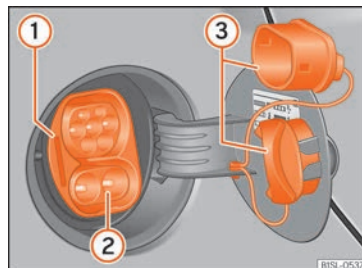

Abb. 152 Hinter der Batterieladeklappe: Ladedose (Prinzipdarstellung).
Legende zu »» **Abb. 152**
- Drücken Sie bei entriegeltem Fahrzeug auf die Batterieladeklappe im Seitenteil, um diese zu öffnen »» **Abb. 152**.
- Nehmen Sie die beiden Schutzkappen von der Ladedose ab »» **Abb. 152** ③. Zum Lösen der unteren Schutzkappe muss zuerst die obere Kappe abgenommen werden.
- Stecken Sie den Ladestecker in die Ladedose »» **Abb. 152** ②.
Während des Ladevorgangs blinkt die Ladevorgangsanzeige »» **Abb. 152** ① grün. Im Kombi-Instrument blinkt die Kontrollleuchte  gelb. Ladestecker nicht abziehen.
- Stecken Sie die Schutzkappen an der Ladedose auf »» **Abb. 152** ③.